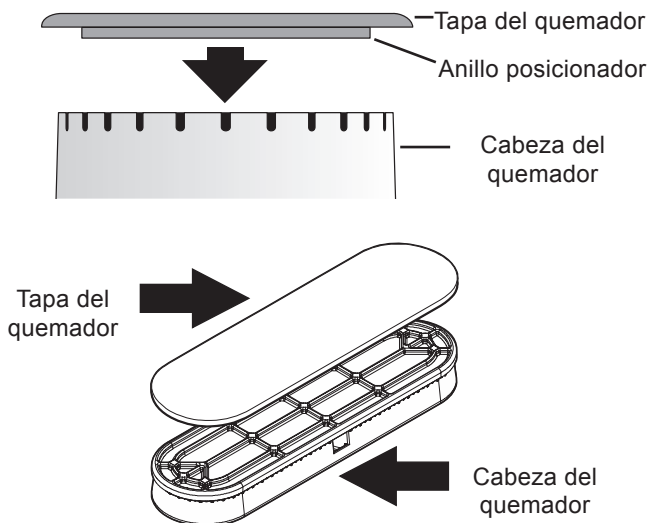

Figura 20: Conjunto de tapa del quemador
1. Coloque la tapa del quemador sobre el cabezal correspondiente, haciendo coincidir el tamaño de la tapa con el tamaño del cabezal (consulte la figura 20). La tapa de cada quemador tiene un anillo interior de guía que centra correctamente la tapa sobre el cabezal del quemador.